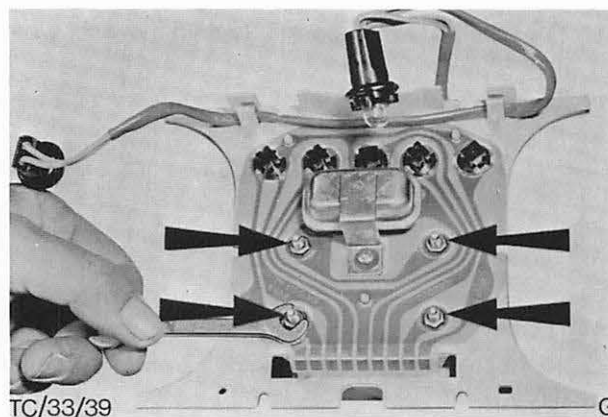

Abb. 28 Lage der Befestigungsmuttern – Kraftstoff-Vorratsanzeiger und Kühlwasser-Fernthermometer („Ghia“- und „S“-Modelle)
7. Muttern und Scheiben (2 Stk.) entfernen und Kraftstoff-Vorratsanzeiger abbauen, Abb. 28.